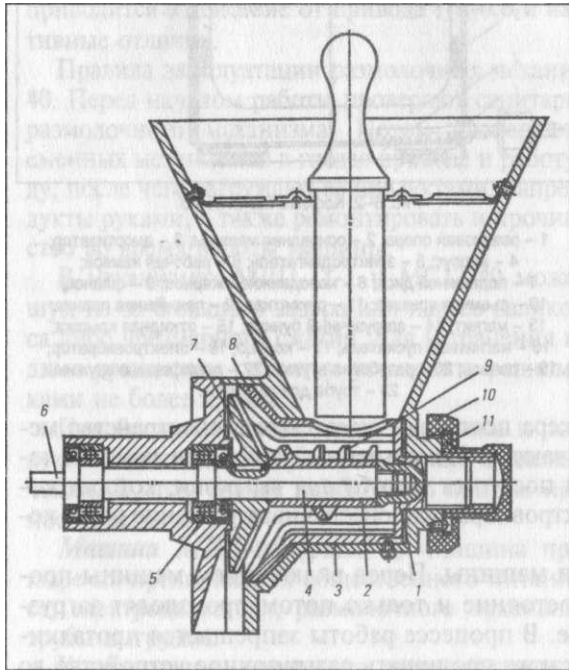

Рис. 5-3. Размолочный механизм МС12-15.
**Механизм МС-12-15 (Рис. 5.3).** Этот механизм предназначен для измельчения сухарей, специй и других твердых продуктов.